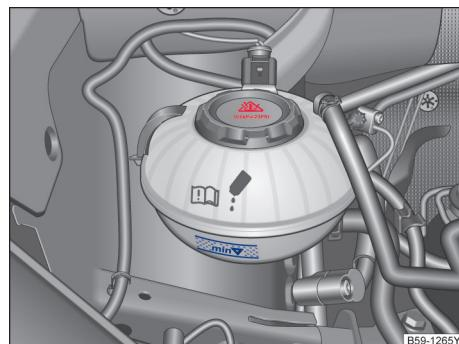

图 220 冷却液补偿容器上的液位标记
- 发动机处于冷态时检查冷却液液位是否处在膨胀罐侧面的标记范围内→图 220。